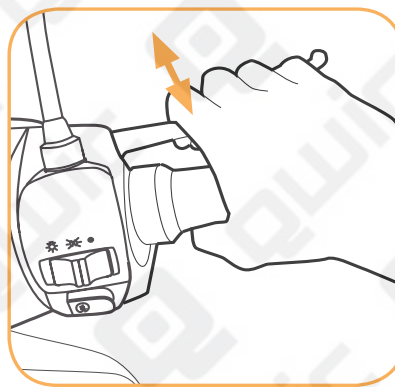

fig. 3.2
2. Pomp herhaaldelijk met de rechter remhendel, er zal olie uit de cilinder komen (fig. 3.2)